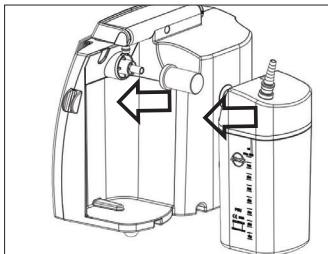

Bild 8.
- Der Filter muss auf dem Gehäuse fixiert werden, danach wird der Sekretbehälter eingesetzt. Zum Einsetzen den DDS-Sekretbehälter waagrecht nach innen schieben bzw. zum Entfernen waagrecht nach außen schieben (Bild 8).